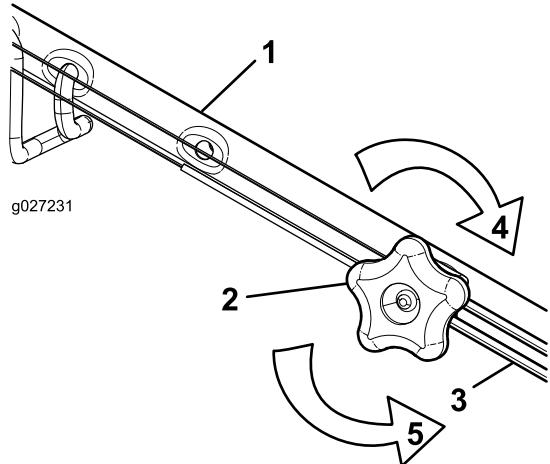

Figure 41
1. Tournez le bouton de réglage dans le sens antihoraire pour desserrer le réglage du câble (Figure 41).
2. Ajustez la tension du câble (Figure 41) en le tirant en arrière ou en le poussant en avant puis en le maintenant à cette position.